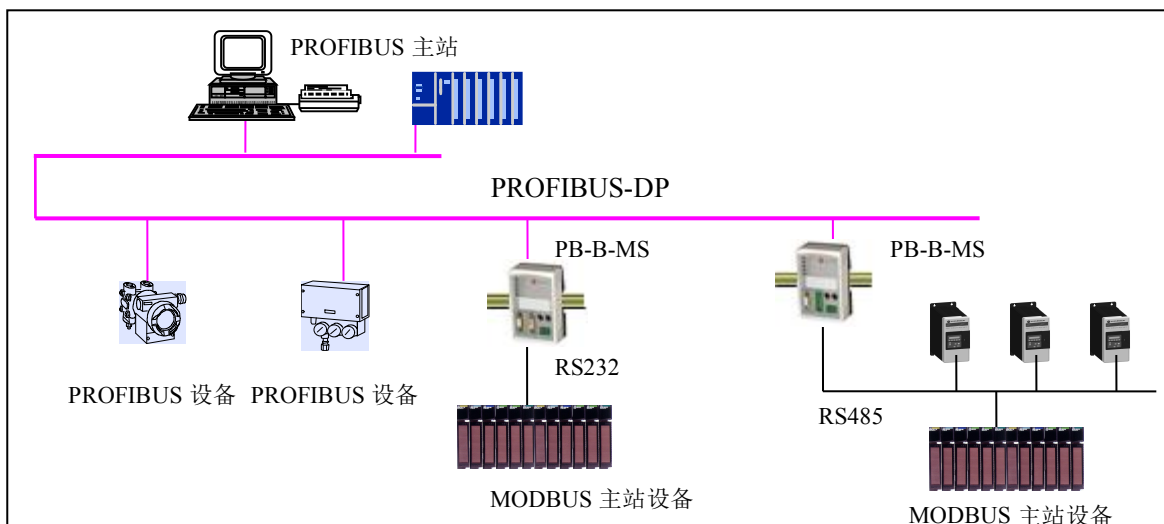

图 1-2 PB-B-MODBUS 做从站
(1) PB-B-MODBUS 接口在 PROFIBUS 侧是一个 PROFIBUS-DP 从站, **在 MODBUS 一侧是 MODBUS 从站;** 接口通过 PROFIBUS 通信数据区和 MODBUS 数据区的数据映射实现 PROFIBUS 和 MODBUS 的数据透明通信, 如图 1-2:
上图 1-2 中, 接口 PB-B-MODBUS 在 PROFIBUS 一侧是 DP 从站, 在 MODBUS 设备一侧是从站, 通过 RS232/485 接口连接到 MODBUS 主站设备上。